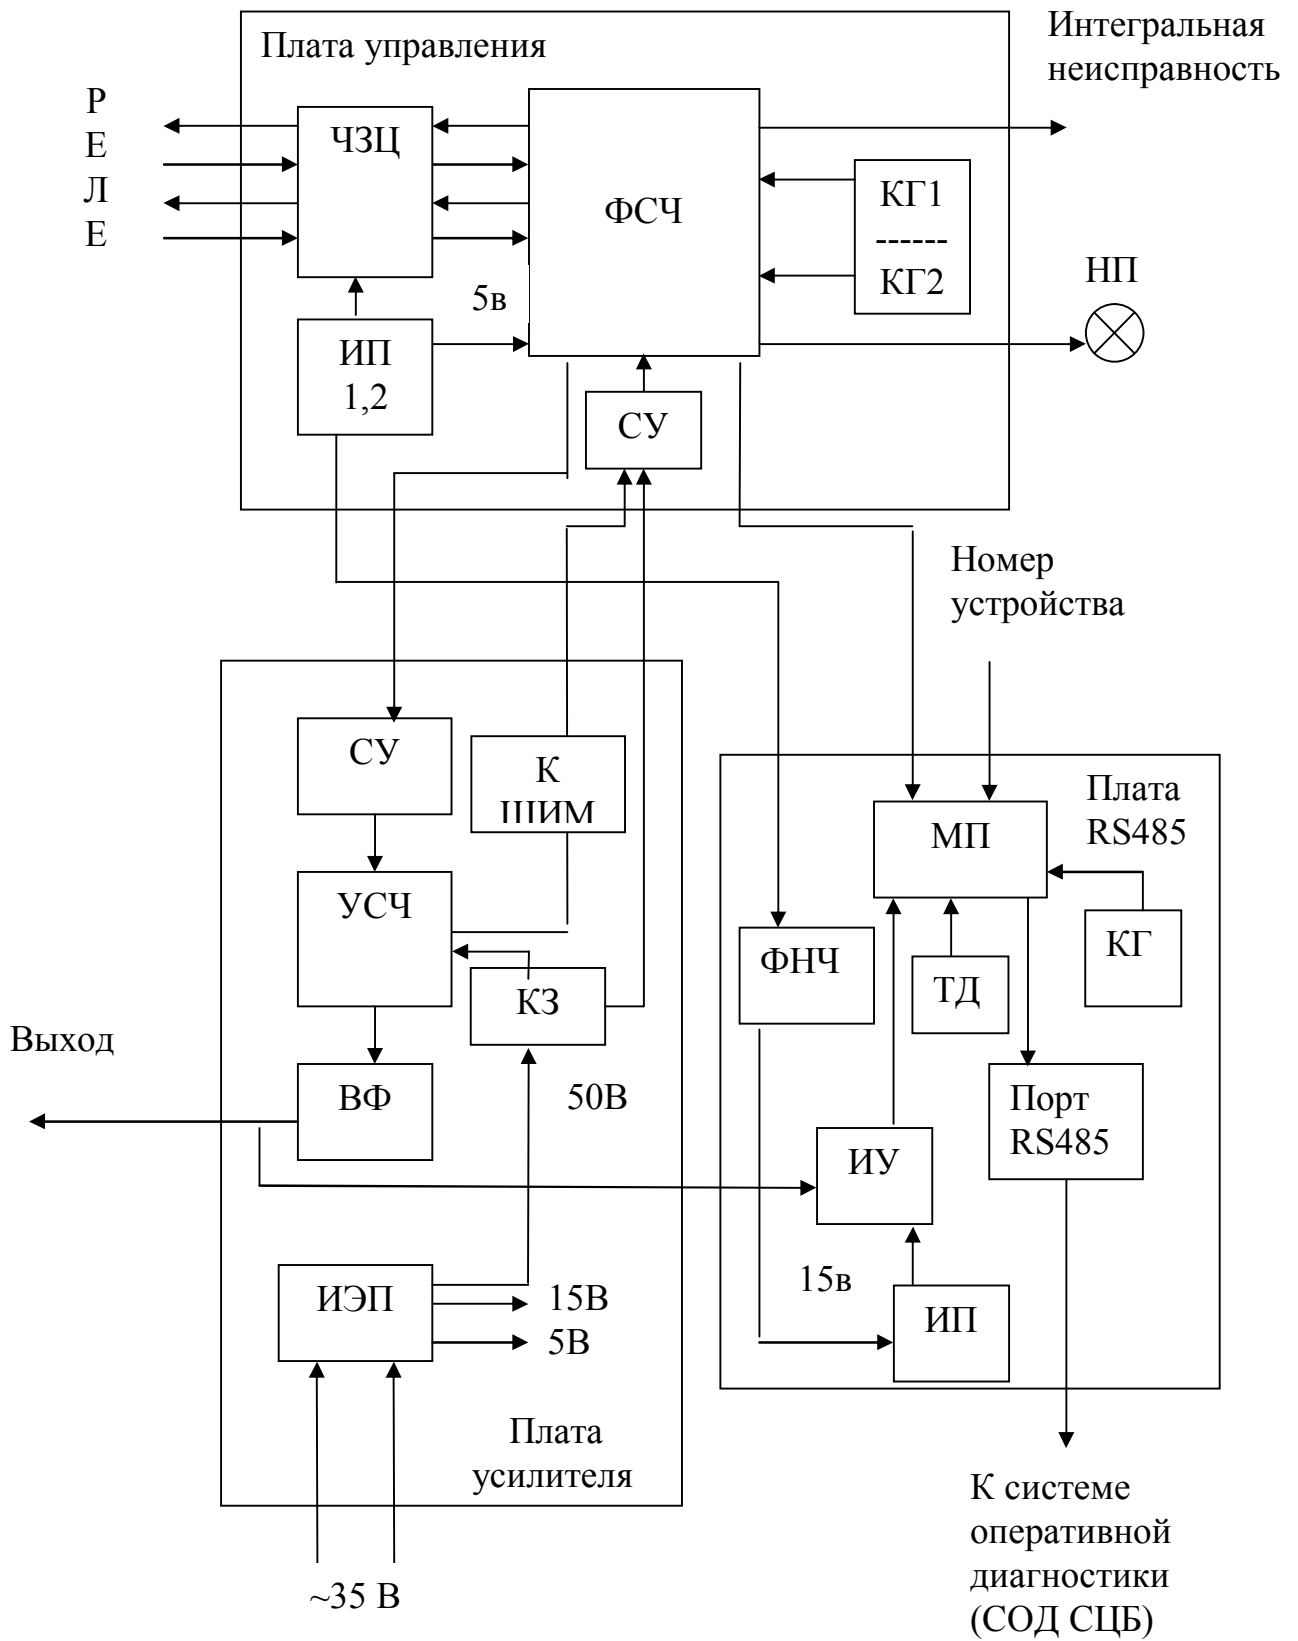

Рис. 2
1.2.1.1 Структурная схема ГГ представлена на рис.2 и включает в себя: